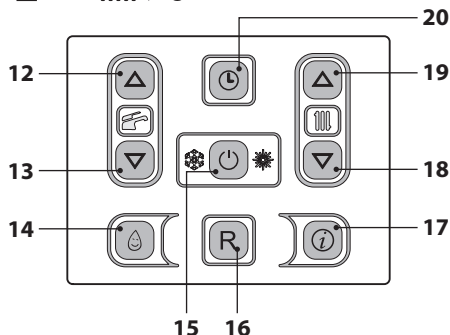

Figura 2.5
Entrare in "modalità programmazione" tenendo premuto per 5 secondi il tasto 20 (Figura 2.5) fino a far apparire sul display il simbolo (L).
Agendo sui tasti 18 (diminuzione) e 19 (aumento) Figura 2.5 è possibile impostare i valori di ora, giorno e data, agendo sui tasti 12 e 13 è possibile passare da un parametro all'altro.
- Tenere premuto per 2 secondi il tasto 15 fino a far apparire sul display entrambe i simboli  e , Figura 2.5.